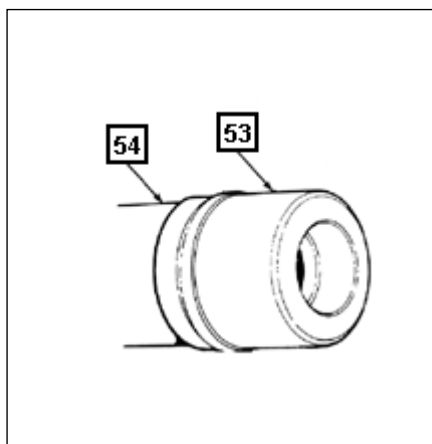

Fig 8-23. Coifa do canhão
(12) Com o Can na posição de menor elevação, colocar a coifa do Can(53) na boca do tubo(54) certificando-se que a mesma está firme. Ajustar a vedação da borda da coifa com a fita adesiva apropriada do "kit". (Fig 8-23)